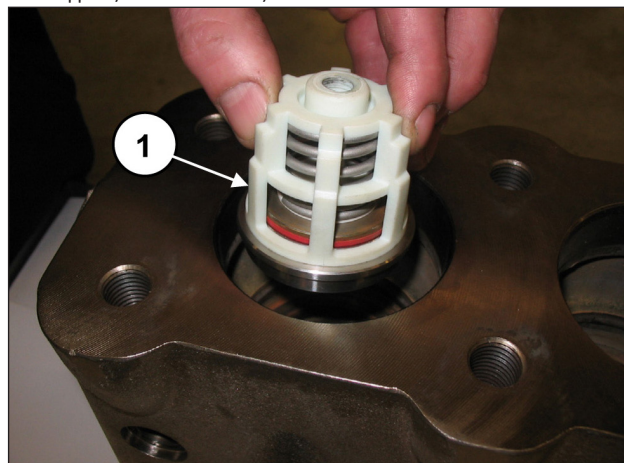
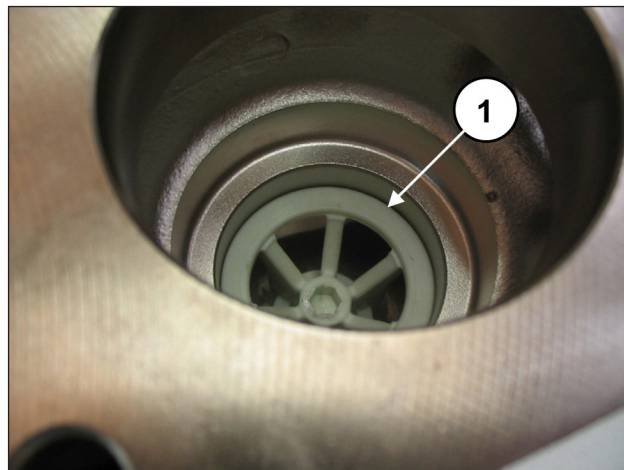

Рис. 115
Рис. 116
Убедитесь, что уплотнительное кольцо круглого сечения и упорное кольцо правильно сели на свои места. Вставьте всасывающий клапанный узел (поз. ①, Рис. 115), а затем распорный элемент (поз. ①, Рис. 116). Клапанный узел в сборе должен быть вставлен до упора и выглядеть, как на поз. ①, Рис. 116.